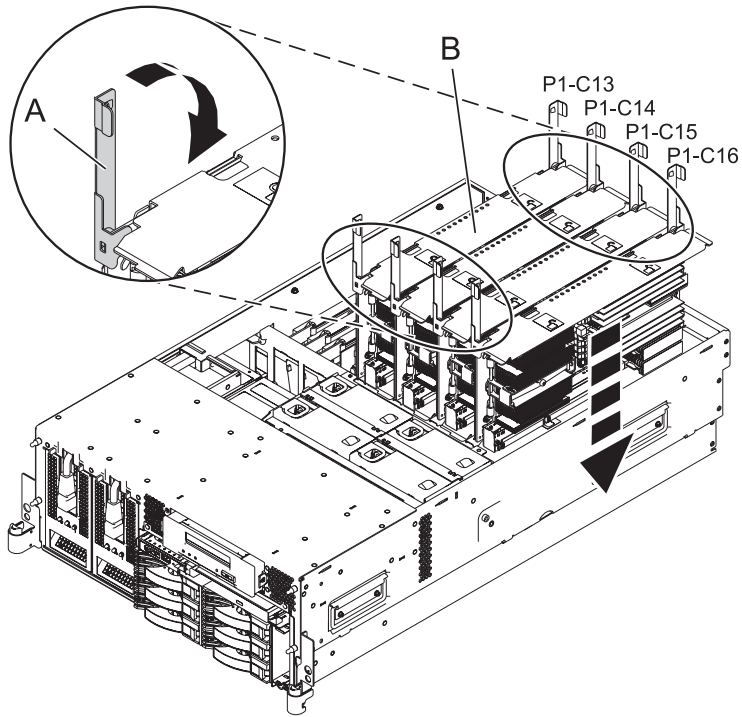
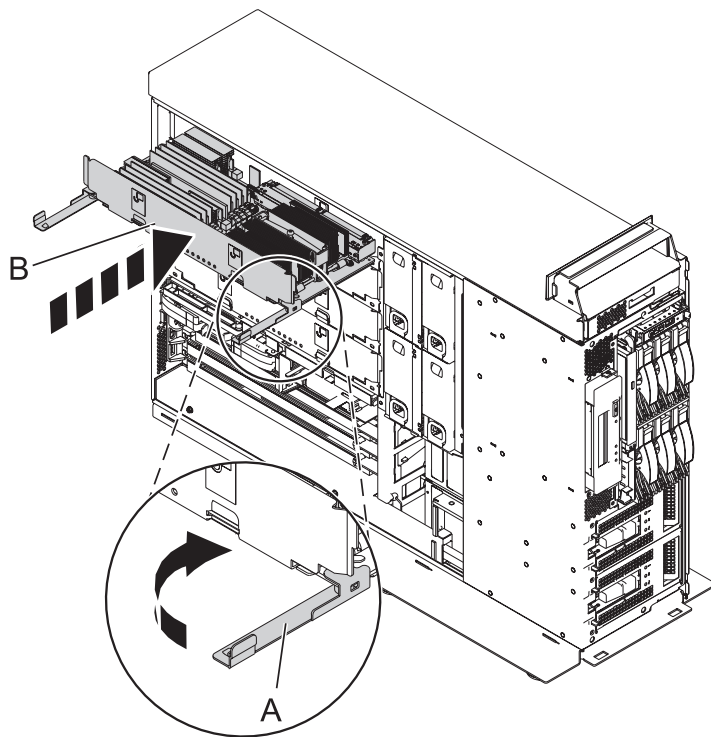

Figure 3. Installation du processeur système dans un système monté en armoire
Figure 4. Installation du processeur système dans un système autonome
10. Avec les taquets (A) en position déverrouillée, placez le bloc processeur système (B) dans le système, comme indiqué dans la figure 3, à la page 6 et la figure 4, à la page 6.
11. Déplacer le taquet de verrouillage (A) dans le sens indiqué par la flèche pour verrouiller le bloc processeur système en position.